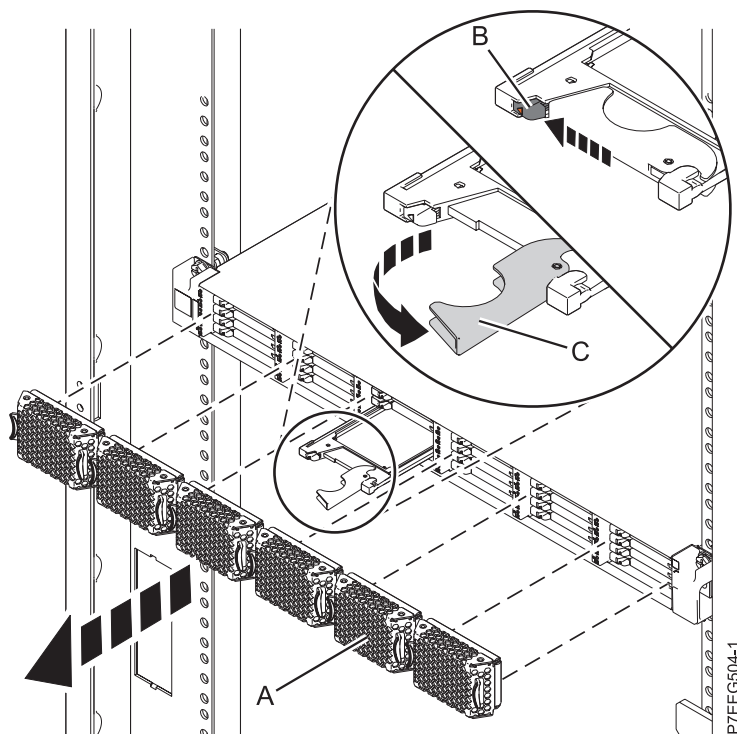

Figura 30. Extracció de la unitat d'estat sòlid des de Allotjament d'emmagatzematge EDR1 PCIe
1. Aixegueu la tapa bisellada (A) que cobreix la ranura que conté la unitat d'estat sòlid.
2. Desplaceu el pestell d'alliberació (B) amb compte per tal de desbloquejar la nansa de la unitat. Consulteu Figura 30.